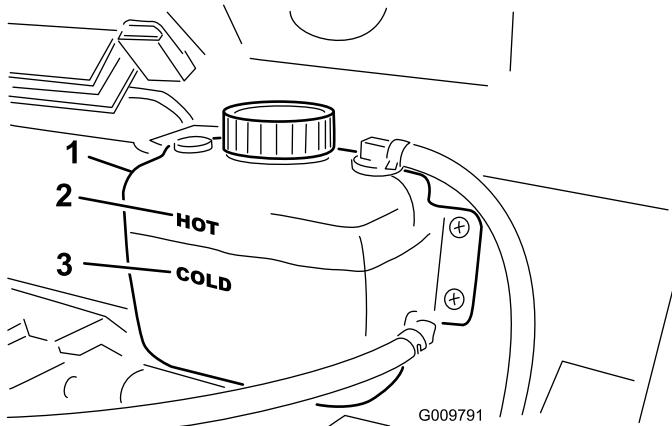

Figura 18
2. Controllate il livello del refrigerante sul lato del serbatoio (Figura 18). Quando il motore è freddo, il refrigerante dovrebbe essere al livello della linea "Cold" (freddo).